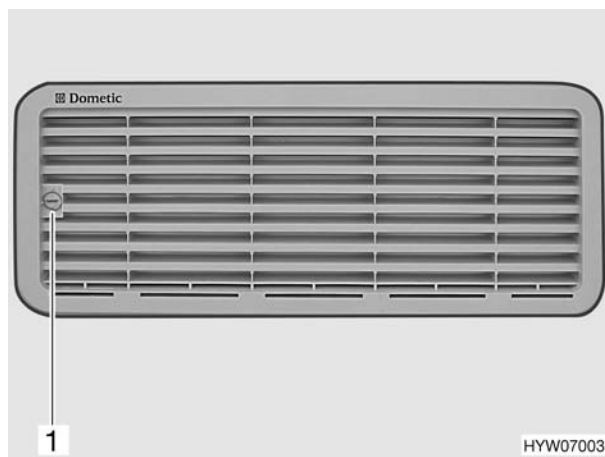

Fig. 70 Griglia di aerazione del frigorifero (variante 1)
- Con l'ausilio di una moneta ruotare la vite (Fig. 70,1) di un quarto di giro.